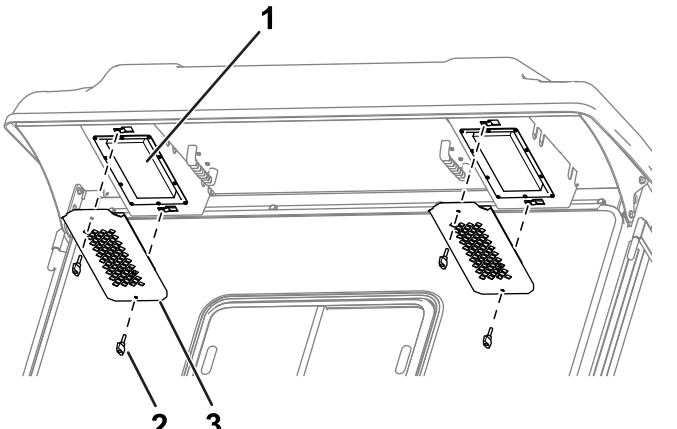

Рисунок 83
- Снимите ручки и решетки с задней выступающей части кабины (Рисунок 83).
- Установите фильтр в кабину с помощью ручек и решеток (Рисунок 83).